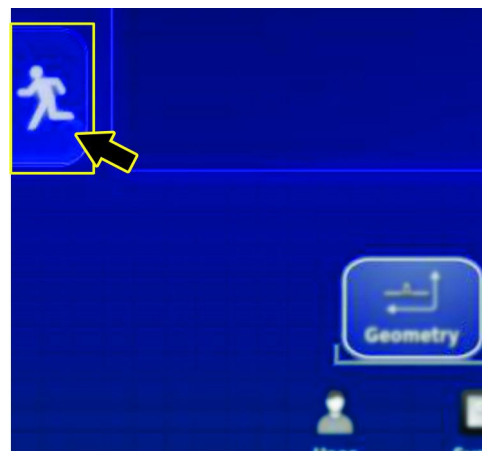

Figura 196
3. Pressione o ícone SAIR DA CONFIGURAÇÃO (Figura 196).